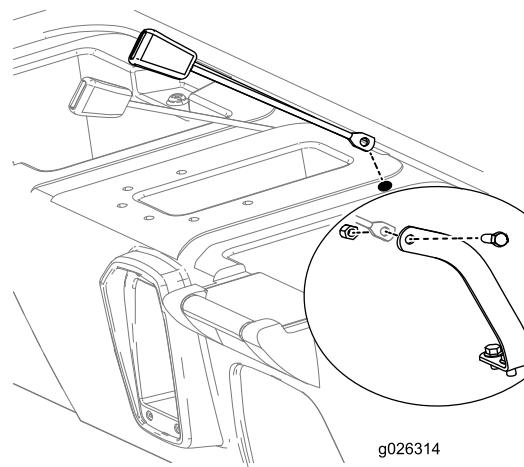

Bild 11
7. Stecken Sie die Aufnahme jeder Sicherheitsgurtsperrre in eines der gerade in das Sitzunterteil gebohrten Löcher (Bild 11).
8. Heben Sie die Rückseite des Sitzunterteils an, um Zugang zu erhalten, und befestigen Sie die Aufnahme jedes Sicherheitsgurts mit einer Schraube (7/16") und Sicherungsmutter (7/16") an jedem Sicherheitsgurtanker, wie in Bild 11 abgebildet.